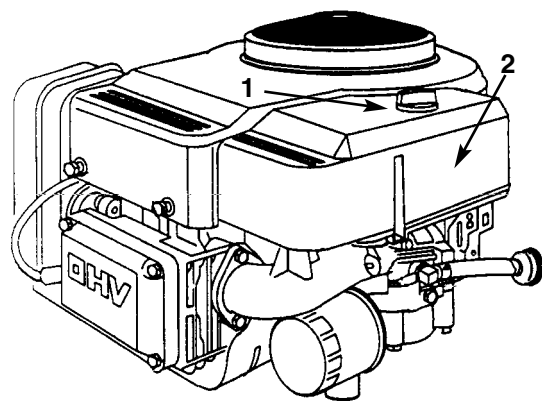

Fig. 27
1. Koble knivkontrollen fra, sett parkeringsbremsen på og dreii tenningsnøkkelen til “OFF” (AV) for å stoppe motoren.
3. Gjør rent rundt luftrenseren for å hindre at urenheter kan trenge ned i motoren og skade den. Skru av knappen og ta luftrenserens deksel av (fig. 27).
3. Sett luftrenserdekselet og knappen på (fig. 27). Trekk knappen godt til, men ikke for hardt.